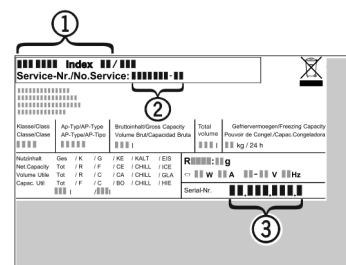

Fig. 11
- ▶ Lugege tüübisildilt maha seadme nimetus Fig. 11 (1), teenindusnr Fig. 11 (2) ja seerianr Fig. 11 (3). Tüübisilt asub seadme vasakul sisesel.
- ▶ Teavitage klienditeenindust ja edastage viga, seadme nimetus Fig. 11 (1), teenindusnr Fig. 11 (2) ja seerianr Fig. 11 (3).